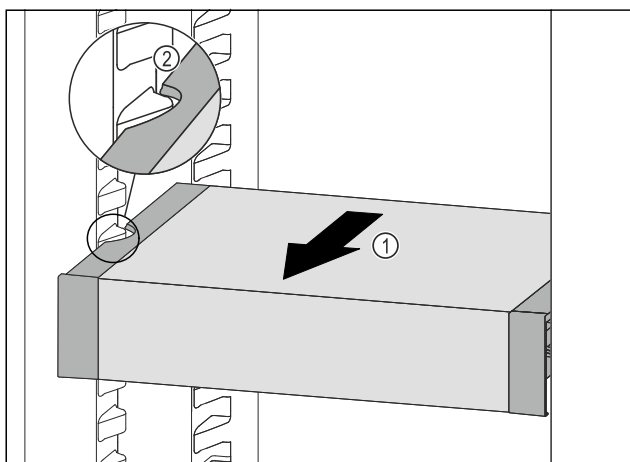

Fig. 113
- Táhněte VarioSafe dopředu Fig. 113 (1), dokud nebudou boční vybrání VarioSafe na úrovni žebrování na nádoby v chladničce. Fig. 113 (2)